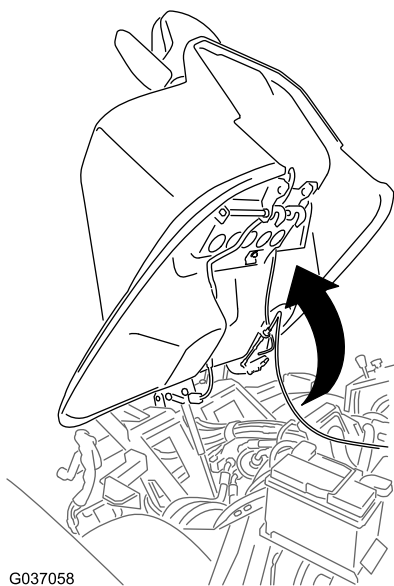

Figura 4
4. Sollevate in alto e in avanti la piattaforma dell'operatore (Figura 4).